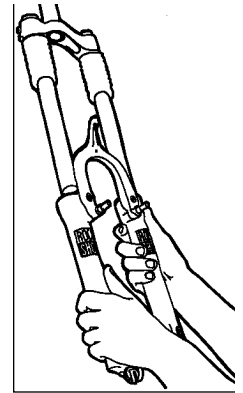

Fig. 6
4. Schieben Sie die einteilige untere Rohreinheit ab (siehe Abb. 6). Entfernen